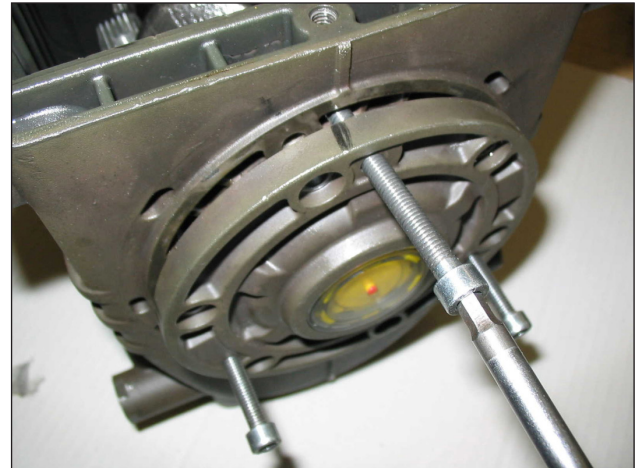

Abb. 3
- die seitlichen Deckel mithilfe von 3 Schrauben M6x50 mit Innengewinde als Abzieher, die in die Gewindebohrungen eingeführt werden gemäß Abb. 3.